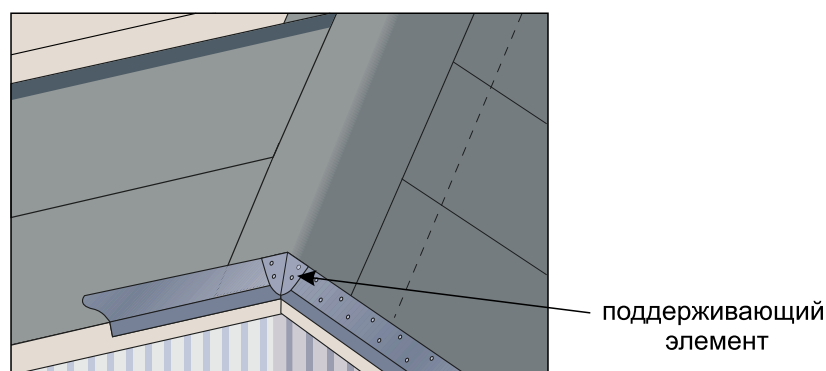

Рис. 17
- В ендовах, в области стыка карнизных планок рекомендуем подготовить специальный поддерживающий элемент для ендового ковра (рис.17);